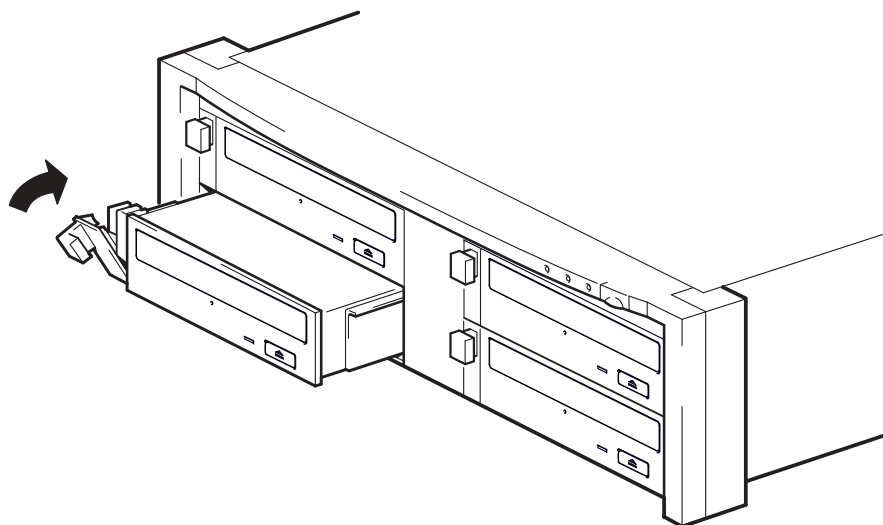

Figura 1b: instalar a unidade
- 2** Deslize a unidade em uma das baias abertas, conforme mostra a figura 1b, assegurando que os trilhos de guia nos dois lados da unidade estejam posicionados nas aberturas da parede divisória. Com cuidado, mas firmemente, assegure-se de que a unidade esteja totalmente empurrada para dentro, de modo que os conectores traseiros estejam assentados de forma segura. A alavanca de extração fechará um pouco.